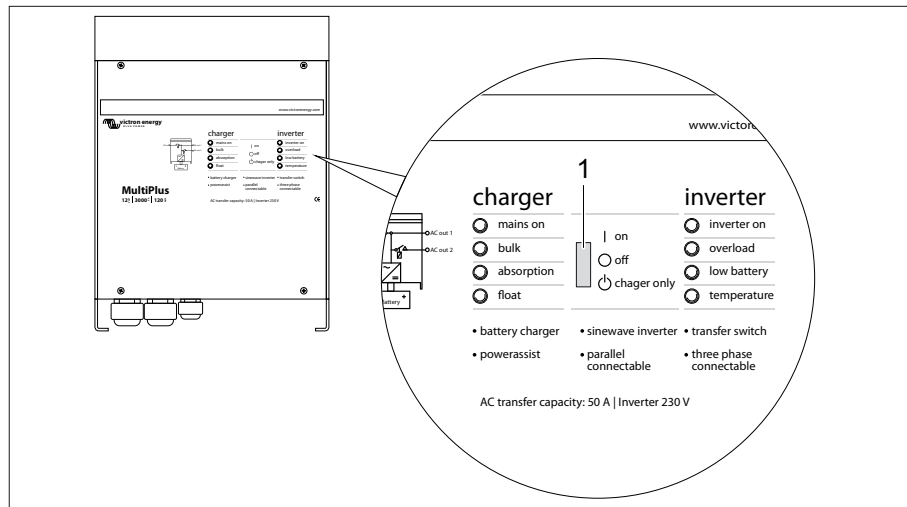

Bild 252 Växelskiftare MultiPlus
För korrekt funktion hos den Digital Multi Control-panelen måste vippknappen på växelskiftaren MultiPlus (Bild 252,1) stå i läge "on".
(Bild 252,1)
- ▷ Om ingen 230 V-anslutning föreligger och fordonet inte längre används måste vippknappen (Bild 252, 1) stå i läge "off". Annars kan det hända att batterierna är tomma efter senast 3–4 dagar.